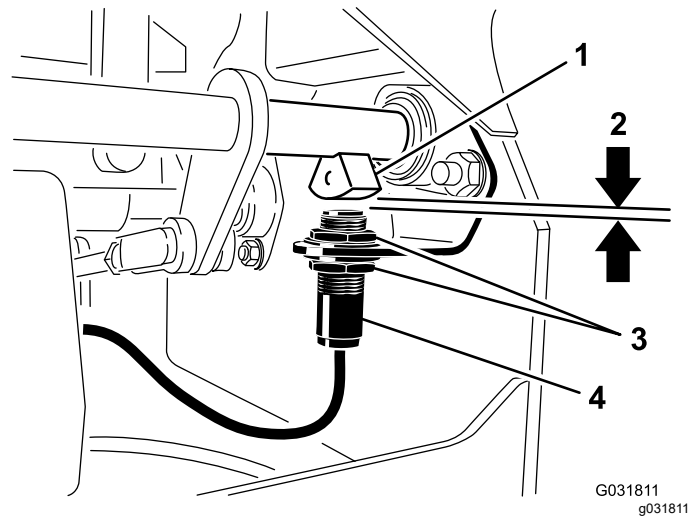

Figura 43
4. Mueva el interruptor hacia arriba o hacia abajo en el soporte hasta que la distancia entre el sensor del eje del freno y el émbolo del interruptor sea de 4 mm (5/32") como se muestra en (Figura 43).